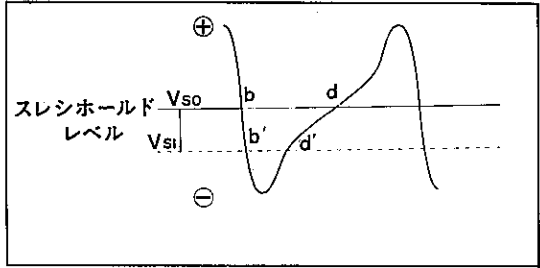

図5-19 Tr 作動レベル
したがって、バイアス回路が追加されると Tr の ON⇔OFF に切り替わる④点の電位が図5-19のように実線から破線のように変化したこととなります。(バイアス回路からの i_B が流れなくなる電位になる)